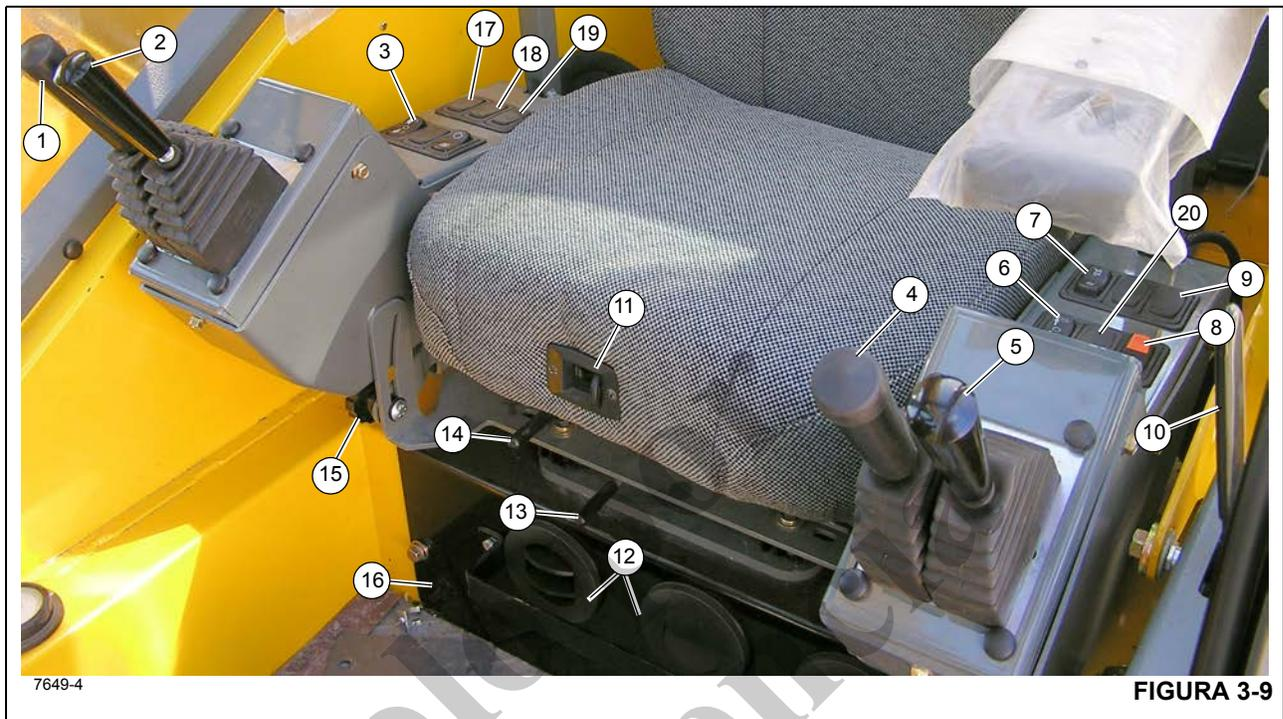

Figura 3-9 - Números de artículos
El indicador de diferencial del eje bloqueado (22) (Figura 3-7) se encuentra en la pantalla de medidores en la columna de dirección. Este indicador se ilumina en ámbar después de mover el interruptor de bloqueo del diferencial (10) (Figura 3-9) a la posición de BLOQUEO con los interruptores de bloqueo del diferencial del vehículo en cada eje cerrados. En la posición de BLOQUEO, no hay acción diferencial entre las ruedas.
El control del malacate principal (1) (Figura 3-9) se encuentra en el apoyabrazos derecho. Cuando la palanca de control se mueve hacia adelante, el cable desciende. Cuando se tira hacia atrás, el cable se eleva.
El control de elevación de pluma (2) (Figura 3-9) se encuentra en el apoyabrazos derecho. Cuando la palanca de control se coloca hacia adelante, se baja la pluma; cuando se coloca hacia atrás, se eleva la pluma.
El interruptor selector de velocidad del malacate principal (3) (Figura 3-9) es un interruptor de contacto mantenido, de tres posiciones (ALTA/APAGADO/BAJA), que se encuentra en el apoyabrazos derecho. Si se coloca el interruptor en la posición ALTA, esto habilita las funciones del malacate y energiza el solenoide de alta velocidad del malacate principal, lo que tiene por resultado altas velocidades del cable. Si se coloca el interruptor en la posición central de APAGADO, esto evitará el funcionamiento del malacate. Si se coloca el interruptor en la posición BAJA, esto habilita las funciones del malacate principal y desenergiza el solenoide de alta velocidad del malacate principal, lo que tiene por resultado bajas velocidades del cable.
El control de telescopización o del malacate auxiliar (TELE o AUX) (4) (Figura 3-9) se encuentra en el apoyabrazos izquierdo. La palanca controla las funciones de telescopización cuando la grúa no está provista de malacate auxiliar. Empuje la palanca de control hacia adelante para extender la pluma, o tire de la palanca de control hacia atrás para retraerla.
El interruptor selector de velocidad del malacate auxiliar (6) (Figura 3-9) es un interruptor de contacto mantenido, de tres posiciones (ALTA/APAGADO/BAJA), que se encuentra en el apoyabrazos izquierdo. Si se coloca el interruptor en la posición ALTA, esto habilita las funciones del malacate auxiliar y energiza el solenoide de alta velocidad del malacate auxiliar, lo que tiene por resultado altas velocidades del cable. Si se coloca el interruptor en la posición central de APAGADO, esto evitará el funcionamiento del malacate. Si se coloca el interruptor en la posición BAJA, esto habilita las funciones
El interruptor de dirección trasera (7) (Figura 3-9) es un interruptor tipo basculante de tres posiciones, con retorno por resorte a la posición de APAGADO, y se encuentra en el apoyabrazos izquierdo. Presione la parte inferior del interruptor para accionar una válvula de control que gira las ruedas traseras hacia la izquierda, lo cual hace que la grúa vire hacia la derecha. Presione la parte superior del interruptor para accionar una válvula de control que gira las ruedas traseras hacia la derecha, lo cual hace que la grúa vire hacia la izquierda. Cuando las ruedas no están centradas, la luz del indicador de ruedas traseras no centradas en la columna de dirección se enciende. Cuando se suelta el interruptor, éste vuelve a la posición central de apagado.
El interruptor del freno de giro (8) (Figura 3-9) se encuentra en el apoyabrazos izquierdo. Este interruptor de dos posiciones (ON/OFF) sirve para regular una válvula hidráulica que envía un caudal de presión regulada hacia el freno de giro y desde el mismo. Al colocar el interruptor en la posición ON se aplica el freno de giro y al colocarlo en OFF se suelta el freno de giro. Cuando el interruptor está en la posición de encendido, la luz indicadora roja en la columna de dirección se ilumina. El interruptor tiene un bloqueo para evitar el accionamiento inesperado.
El control de bloqueo del diferencial (Axle Diff) (9) (Figura 3-9) se encuentra en el apoyabrazos izquierdo. Es un interruptor momentáneo de dos posiciones rotulado LOCK (bloquear) y UNLOCK (desbloquear). Con el control en la posición LOCK, las estrías del collar de cambios se engranan en las estrías de la caja del eje para unir el conjunto de diferencial y los semiejes y así eliminar el efecto diferencial entre las ruedas. En la posición UNLOCK existe un efecto diferencial entre las ruedas en todo momento. El indicador ámbar en la columna de dirección se ilumina cuando el interruptor en cada eje se activa.
Utilice la palanca del mecanismo de desbloqueo de la puerta de la cabina (10) (Figura 3-9) para abrir o cerrar la puerta de la cabina desde el interior de la cabina.
Para ajustar el respaldo del asiento, presione la perilla de ajuste (11) (Figura 3-9) y luego ajuste el asiento según sea necesario.
La unidad de control de climatización del acondicionador de aire/calefactor (16) (Figura 3-9) se encuentra en la cabina, debajo del asiento del conductor. Los registros (12) forman parte de la unidad de control de climatización y se pueden ajustar para dirigir el flujo de aire.
El movimiento de la palanca de deslizamiento del asiento (13) (Figura 3-9) sólo deslizará el asiento, hacia adelante o hacia atrás.
El movimiento de la palanca de deslizamiento del asiento (14) (Figura 3-9) deslizará el asiento y el bastidor del asiento, incluido el apoyabrazos, hacia adelante o hacia atrás.
El apoyabrazos y los controles del apoyabrazos se pueden ajustar por medio de la perilla de ajuste (15) (Figura 3-9). Afloje la perilla y gire todo el apoyabrazos a la posición deseada, vuelva a apretar la perilla una vez que se haya terminado de realizar el ajuste.
Los indicadores de rotación de malacate para el malacate principal y el malacate auxiliar se encuentran en la parte superior de cada palanca de control de malacate (1, 4) (Figura 3-9). Cada indicador se controla electrónicamente por medio de una señal de entrada recibida de un sensor instalado en el malacate correspondiente y una señal de